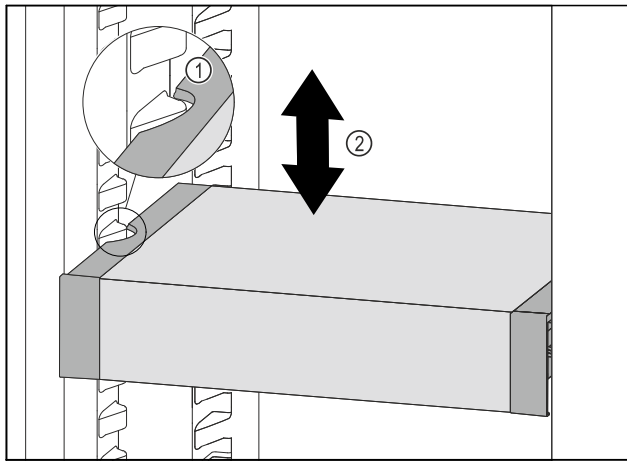

Fig. 65
- VarioSafe nach vorne ziehen, bis sich die seitlichen Aussparungen des VarioSafes auf Höhe der Behälterrippe im Kühlteil befinden. Fig. 65 (1)
- VarioSafe im Kühlteil nach oben oder unten bewegen, bis gewünschte Höhe erreicht ist. Fig. 65 (2)